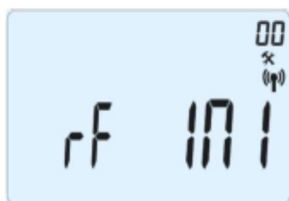

Fig. 7
- 2) appuyer pendant 5 secondes sur la touche (▶) sur le contrôle à distance (Fig. 6). Ce temps écoulé, sur l'écran du contrôle à distance s'affichera « rF INI », comme sur la Fig. 7.